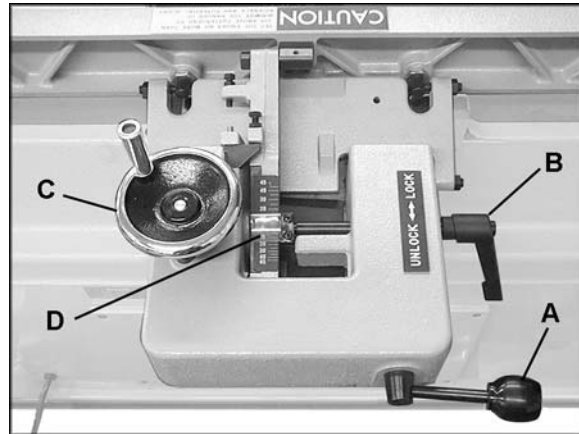
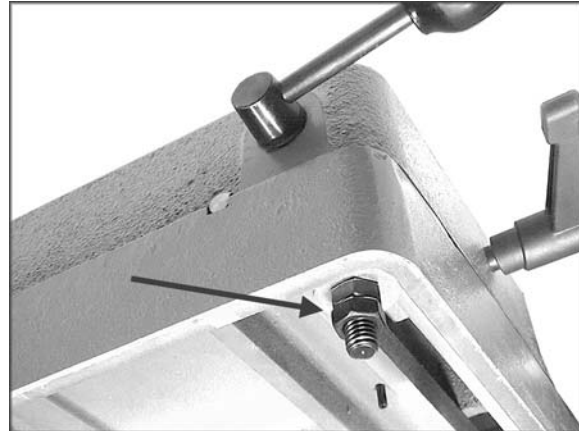

Figura 14
Figura 15
1. Afloje la manija de bloqueo (A, Figura 14).
2. Empuje el conjunto completo de la guía a la posición deseada y ajuste la manija de bloqueo (A, Figura 14). Una pieza de plástico está montada en la parte frontal de la guía para evitar rayar la mesa si la mesa es movida.
NOTA: Si la manija de bloqueo (A, Figura 14) se encuentra en una posición inconveniente, la misma puede ser ajustada. Aflojar dos tuercas huecas debajo del soporte deslizante (Figura 15). Cambie la manija a la posición deseada y reajuste las tuercas huecas. No sobre ajustar ya que esto puede dificultar el movimiento de la guía sobre el soporte deslizante.
1. Afloje la manija de bloqueo (B, Figura 14).
2. Gire la manivela (C, Figura 14) hasta que el ángulo deseado sea indicado en la escala (D, Figura 14). O puede colocar su material de trabajo biselado sobre la mesa contra la guía y rote la manivela (C, Figura 14) hasta que el ángulo de la guía coincida con el bisel de su material de trabajo.
3. Ajuste la manija de bloqueo (B, Figura 14).
Para retirar el conjunto de la guía de la máquina, retire las dos tuercas y la arandela plana que lo aseguran al soporte deslizante (Vea la Figura 15). Eleve la guía en línea recta hacia arriba y fuera de la canteadora.